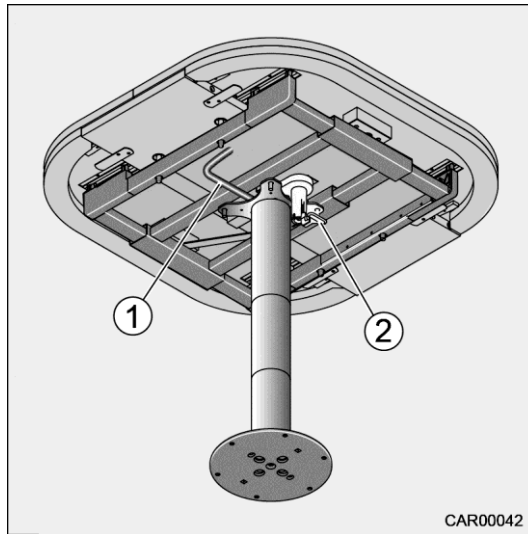

Fig. 64 Table escamotable
1. Rabattre le levier (Fig. 64/2) pour desserrer la fixation du dessus de table.
3. Relever le levier (Fig. 64/2) pour fixer le dessus de table.
1. Tourner le levier de blocage (Fig. 64/1) dans le sens horaire et abaisser le dessus de table à la main.
2. Bloquer la hauteur de la table au moyen du levier de blocage (Fig. 64/1).
2. Tourner le levier de blocage (Fig. 64/1) dans le sens horaire et abaisser le dessus de table à la main.